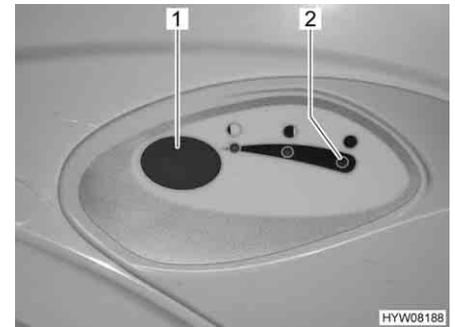

Fig. 251 Botón del inodoro/luz de control del inodoro Thetford
- Para lavar, pulsar el botón del inodoro azul (Fig. 251,1).
La luz de control (Fig. 251,2) se enciende cuando es necesario vaciar el depósito de aguas fecales.